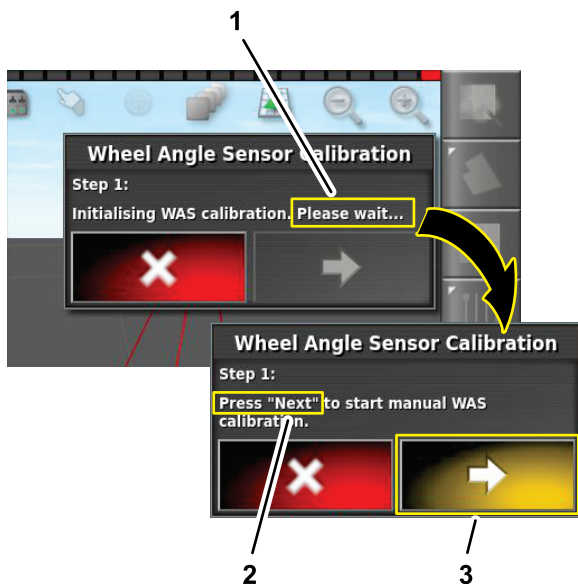

Figura 162
5. No Passo 1 (Step 1), aguarde até a calibração do sensor do ângulo das rodas iniciar, e prima o ícone para avançar para o passo seguinte (Figura 162).